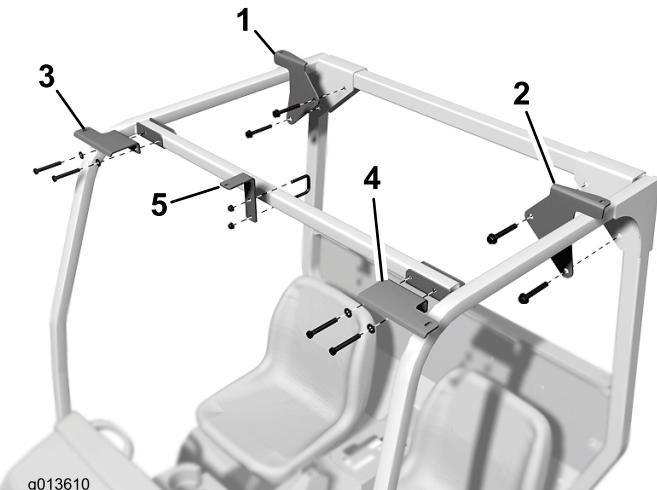

Рисунок 2
3. Используя снятые болты и гайки, прикрепите, не затягивая, правый задний кронштейн навеса к правой стойке конструкции ROPS (Рисунок 2).
6. Не затягивая, прикрепите правый передний кронштейн навеса к правой стойке конструкции ROPS и поперечной штанге новыми болтами $3/8 \times 3-3/4$ дюйма, используя шайбы и имеющиеся гайки (Рисунок 2).
8. Не затягивая, прикрепите передний кронштейн навеса к середине поперечной штанги с помощью U-образного болта и гаек $5/16$ дюйма (Рисунок 2).